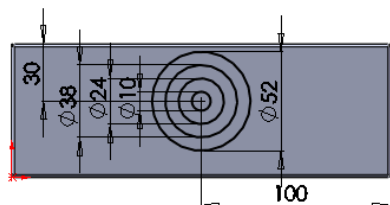
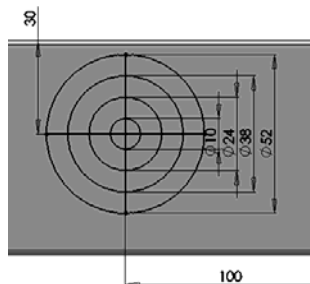

图 11-50 添加位置尺寸
图 11-51 绘制两条直线
②添加相对于钣金件边线的位置尺寸，如图 11-50 所示。单击“草图”工具栏中的“直线”按钮，过圆心绘制两条互相垂直的直线，如图 11-51 所示，单击“退出草图”按钮。